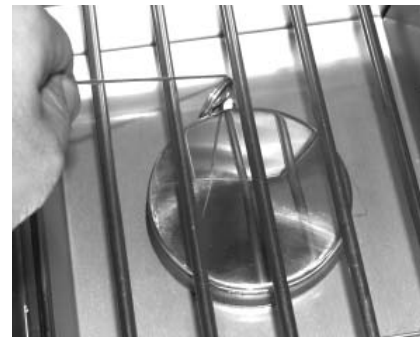

Fig. 16-2 - Éclairage manuel
2. Insérez un allumeur brûlant de butane de long-baril, une allumette brûlante de long-tige, ou une allumette brûlante tenue par un support de prolongation de fil par la grille à cuire s'ouvrant au brûleur (fig. 16-2). Tenez la flamme contre le bord du brûleur.
4. Si le brûleur ne se allume pas dans les cinq (5) secondes de tourner le bouton de commande, enfoncez immédiatement le bouton et tournez la valve à AU LOIN. ATTENDEZ CINQ (5) MINUTES avant de répéter les étapes 2 à 4 des instructions manuelles d'éclairage.